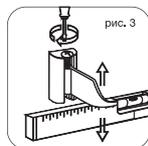

рис. 3
**! Для того, чтобы идеально ровно смонтировать радиатор на стену, используйте оригинальные регулируемые кронштейны Royal Thermo (рис. 3).**